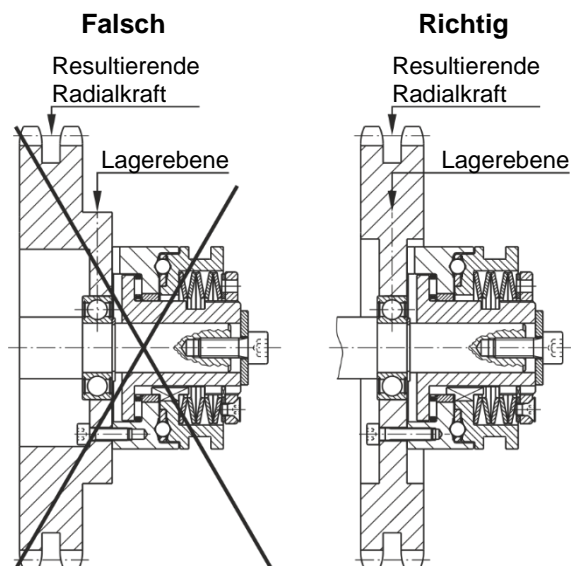

Bild 5
- ❑ Die resultierende Radialkraft am Antriebselement soll in der Lagerebene liegen, um ein Verkanten des Antriebselements und damit des Druckflanschs (2) zu vermeiden (Bild 5).